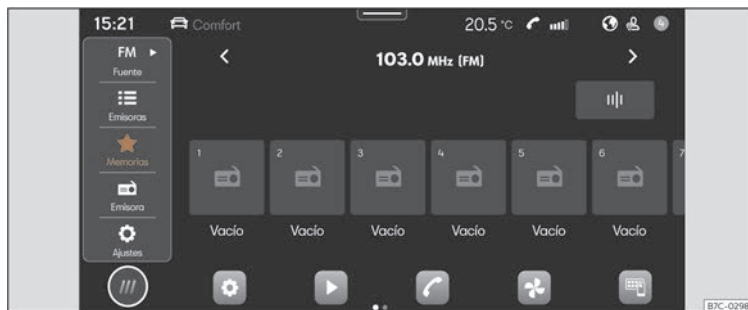

Fig. 127 Representació esquemàtica::Vista Radio
- Premeu **HOME** > >>> **fig. 127**.